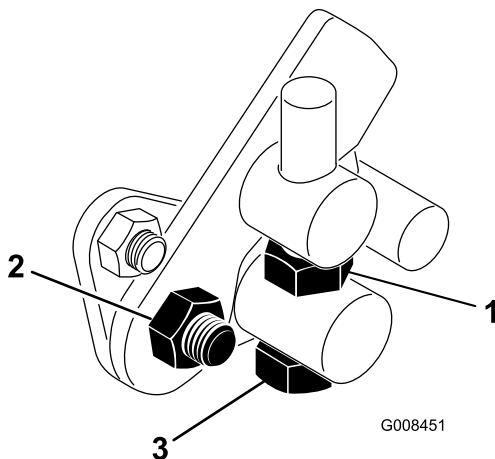

Рисунок 45
шарнире педали (Рисунок 45). Проверьте регулировку и при необходимости повторите ее.
1. Ослабьте контргайку на болте цапфы (Рисунок 45).